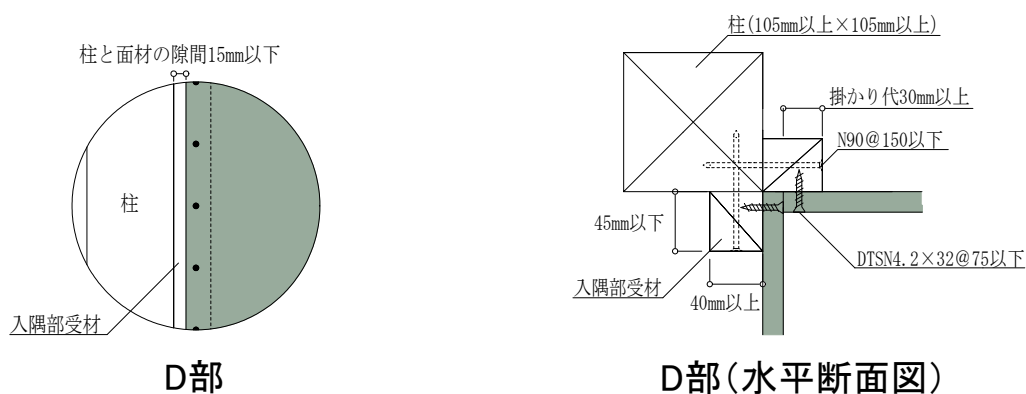

図7 床勝ち入隅仕様 (FRM-0738 : 2.8 倍) 施工概略図 (2P の場合)
- THHT ネクストは、原則 1 枚張りとし、縦継ぎ張りについては、P30「⑦縦継ぎ張りについて」をご確認ください。
- 図7は2Pの施工例となっておりますが、1Pの場合も耐力壁とできます。